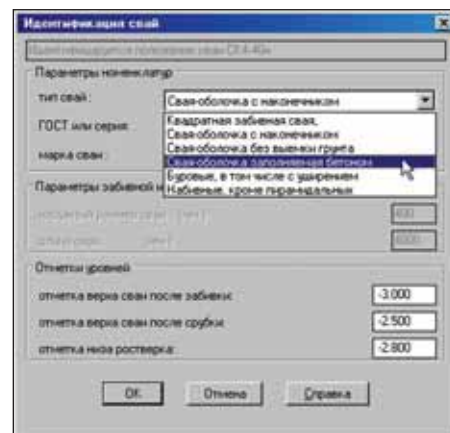

Рис. 5
- В команду *Идентификация свай* добавлены новые типы свай в соответствии с расчетной частью столбчатого фундамента на свайном основании (рис. 5).